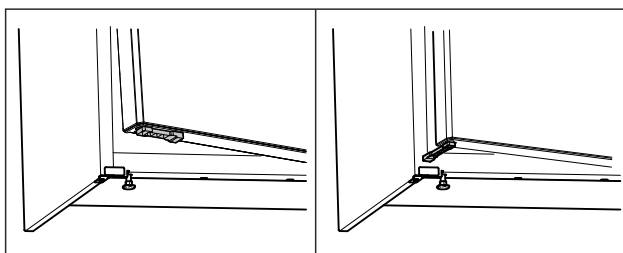

Fig. 54 \*
- ▶ Otočte obmedzovač otvorenia dverí o 90°. (pozri Fig. 54) \*